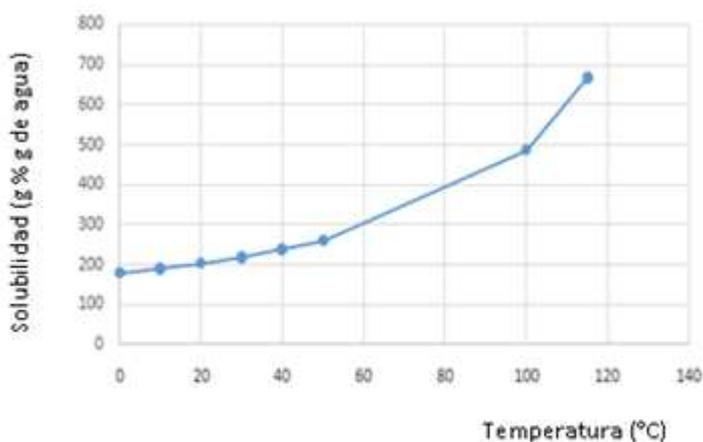

Figura 9
24. Teniendo en cuenta la curva de solubilidad del soluto que aparece en la figura 9, se concluye que la cantidad de precipitado al enfriarse el jarabe hasta los 20 °C fue: